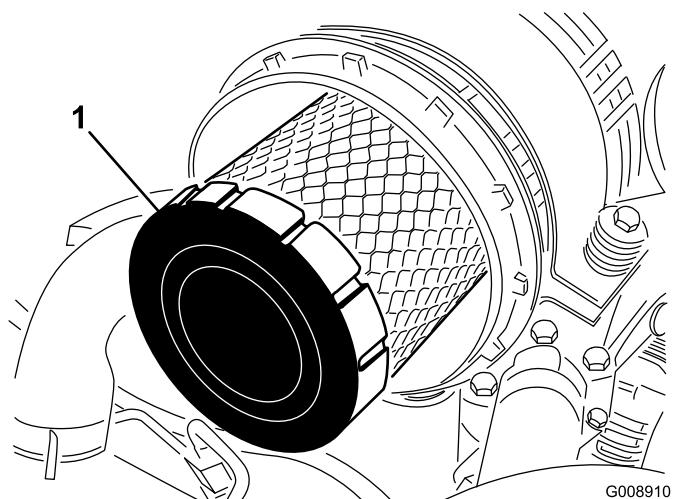

Bild 80
- 4. Entfernen Sie den Hauptfilter (Bild 80).